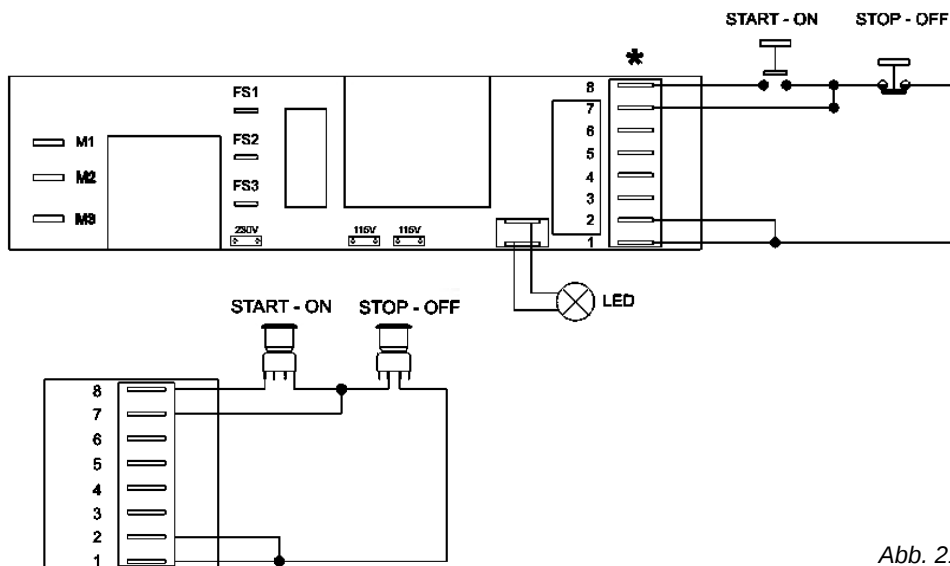

Abb. 21
- auf der elektronischen Karte die Position der Brücken zur Wahl der Speisung kontrollieren (Abb. 21);